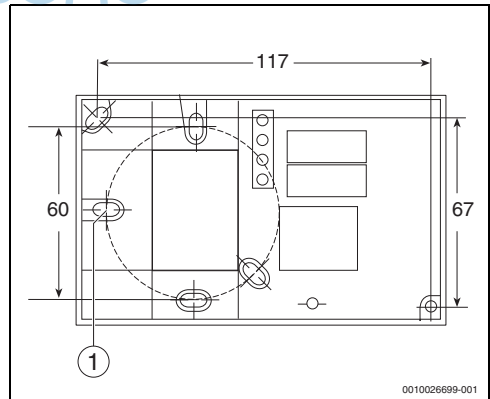

Bild 11 Bohrschablone (Maße in mm)
- ▶ Bohrungen gemäß Bohrschablone (→ Bild 11) vornehmen. Das Loch (→ Bild 11, [1]) ist nicht zur Montage gedacht und muss deshalb frei bleiben.